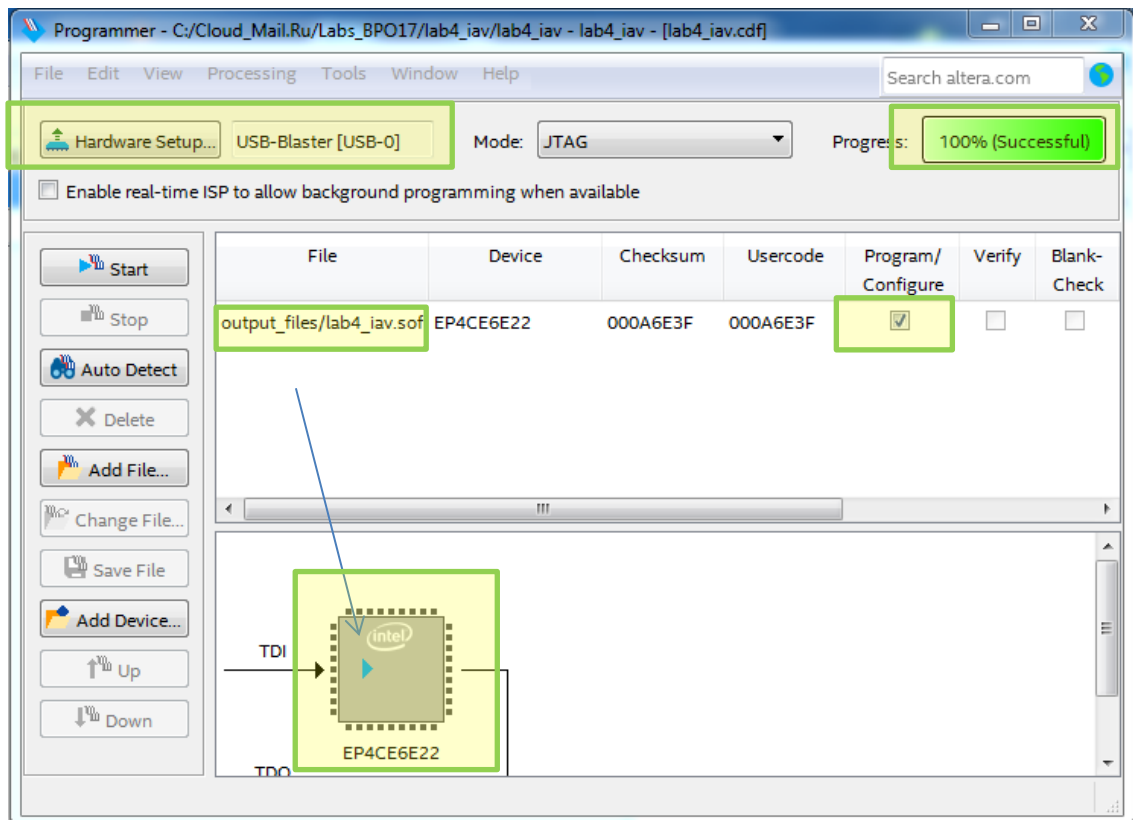

Рис.90 Окно программатора
17.3. Откройте окно программатора **Programmer** из окна **Tasks (Program Device)** или кнопкой  или **Tools->Programmer** (рис. 90).